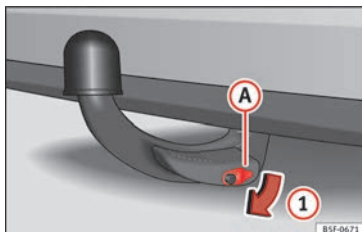

Abb. 230 Schlossabdeckung abnehmen
- Nehmen Sie die Schlossabdeckung **A** in Pfeilrichtung **1** vom Schloss ab » Abb. 230.